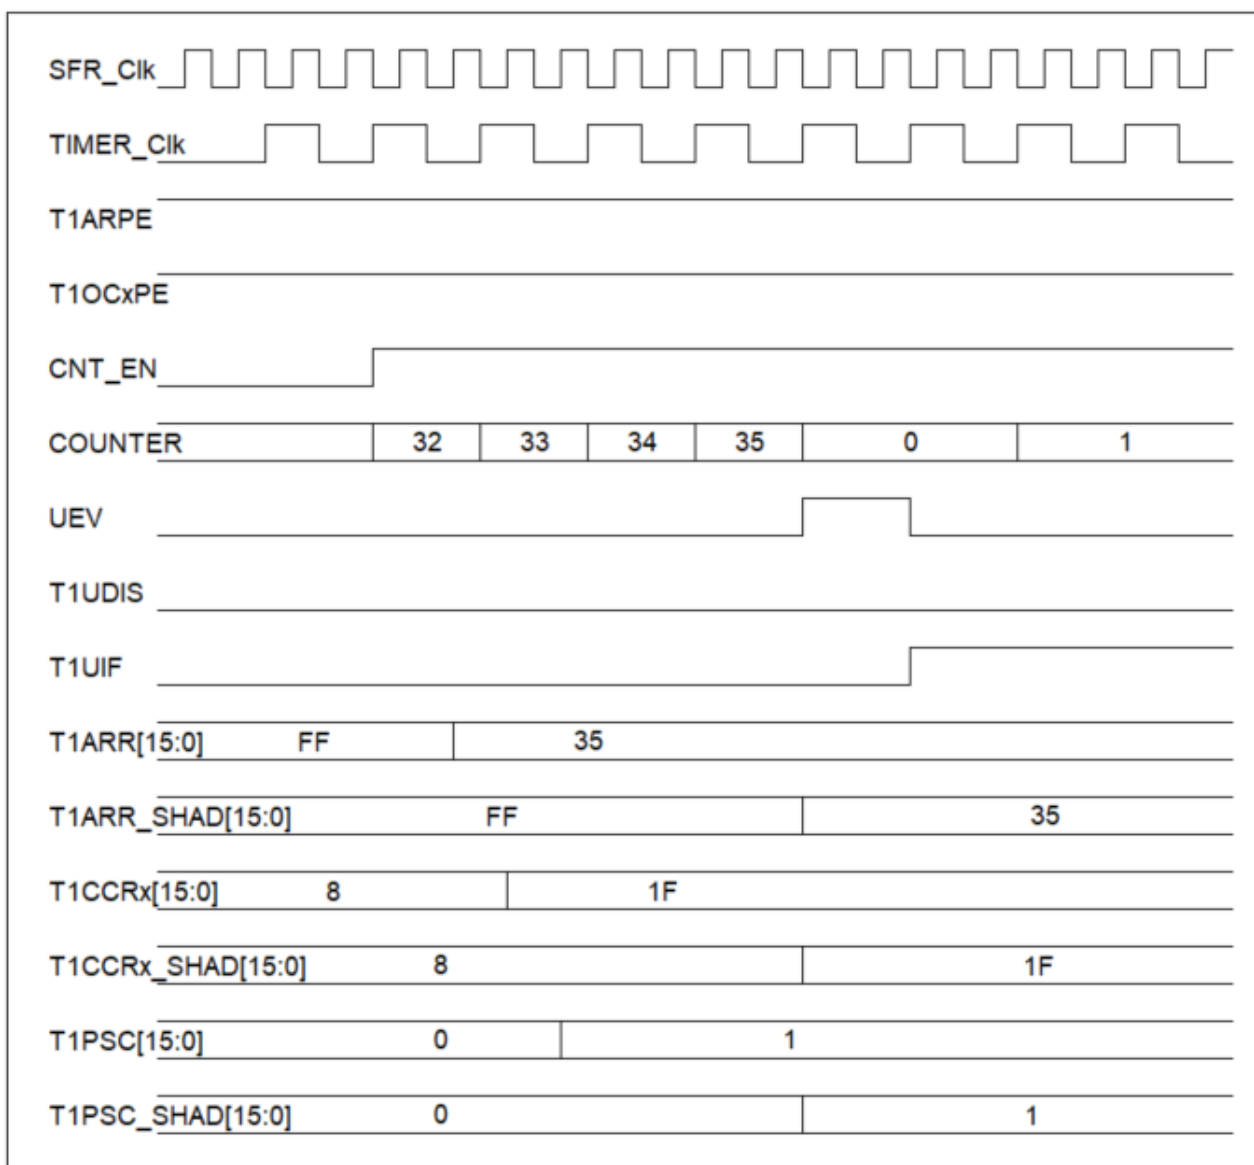

图 7-4 更新事件下，预装载寄存器的更新时序图
- 1.1 当计数器使能($T1CEN = 1$)，且其相应的预装载使能时($T1OCxPE / T1ARPE = 1$ ，如表 7-5)，其影子寄存器将在产生更新事件时更新为预装载值，如图 7-4。